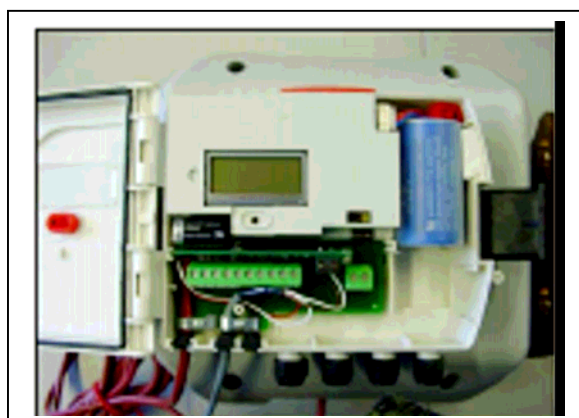

Fig. 2 : PolluFlow – integrator desmontado
- Los integradores desmontados y montados por separado tienen que instalarse de acuerdo con esta circunstancia (ver fig. 2).